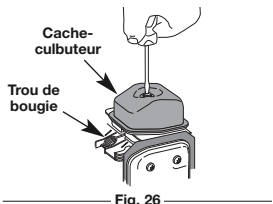

Fig. 26
5. Nettoyez toute saleté autour du cache-culbuteur. Retirez la vis retenant le cache-culbuteur à l'aide d'un tournevis à lame plate large ou à mèche no. T-25 Torx (Fig. 26). Enlevez le cache-culbuteur et le joint.
- Le piston est au sommet de sa course lorsqu'on regarde par le trou de la bougie (Fig. 26)